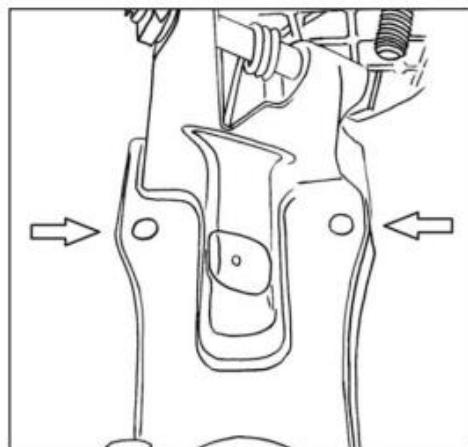

Рис.3 Крепление основания
- Закрепите основание на верстаке, используя монтажные отверстия при помощи болтов (в комплект поставки не входят (рис.3)).